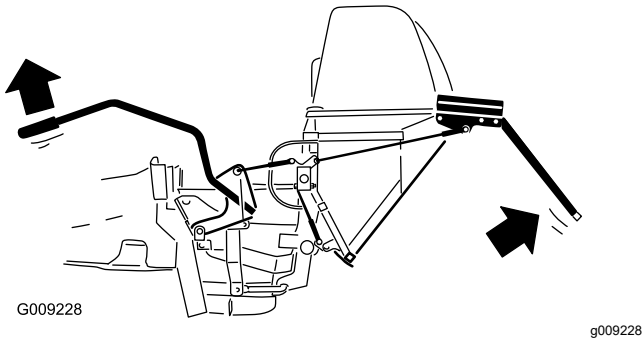

Figura 39
3. Presione la palanca hacia abajo para cerrar la puerta (Figura 39).